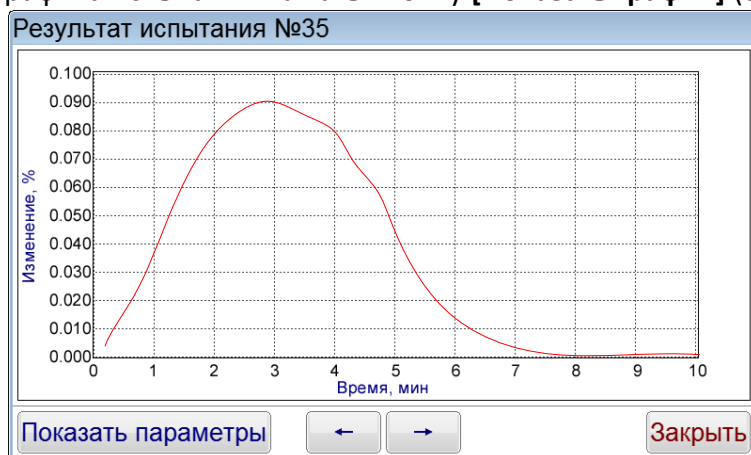

Рисунок 34 – Просмотр графика
4.8.3 Для просмотра графика испытания нажать кнопку **[Показать график]** (см.рисунок 34).